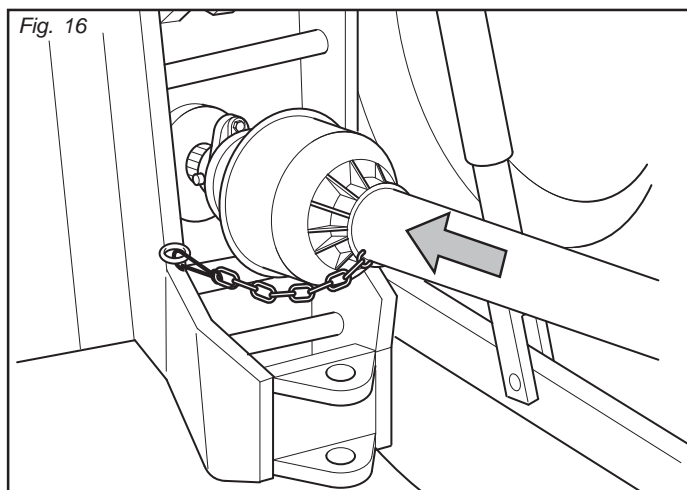

Fig. 16
- 4) Die Gelenkwelle einstecken und sicherstellen, daß sie fest mit der Zapfwelle verbunden ist. Sicherstellen, daß der Gelenkwellschutz sich frei verschieben kann und mit der Kette befestigen (Abb. 16).